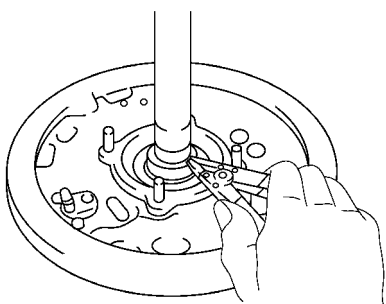

图 14-116 用弹簧卡环钳拆下弹簧卡环
2) 使用弹簧卡环钳拆下弹簧卡环，如图 14-116 所示。